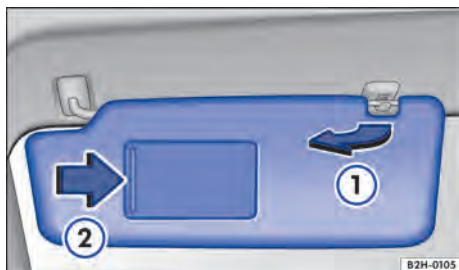

Fig. 82 No revestimento do teto: para-sol.
- Retirar do suporte e girar na direção das portas → **Fig. 82** ①.